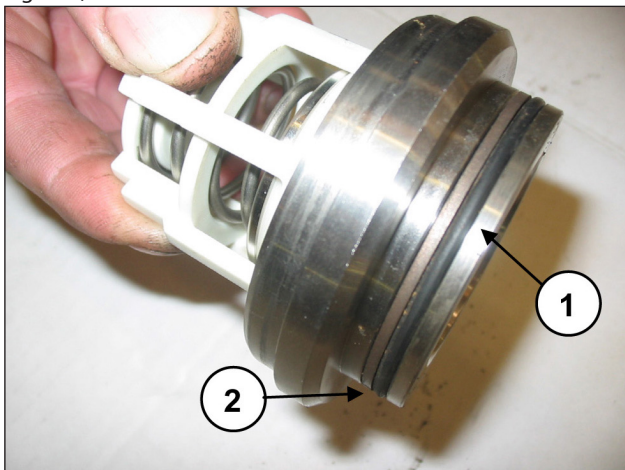

Fig. 117
Montar la junta tórica, pos. dibujo desglosado 6 (pos. ①, Fig. 117) y la anilla anti extrusión pos. desglosado 16 (pos. ②, Fig. 117) en la sede de la válvula de envío.